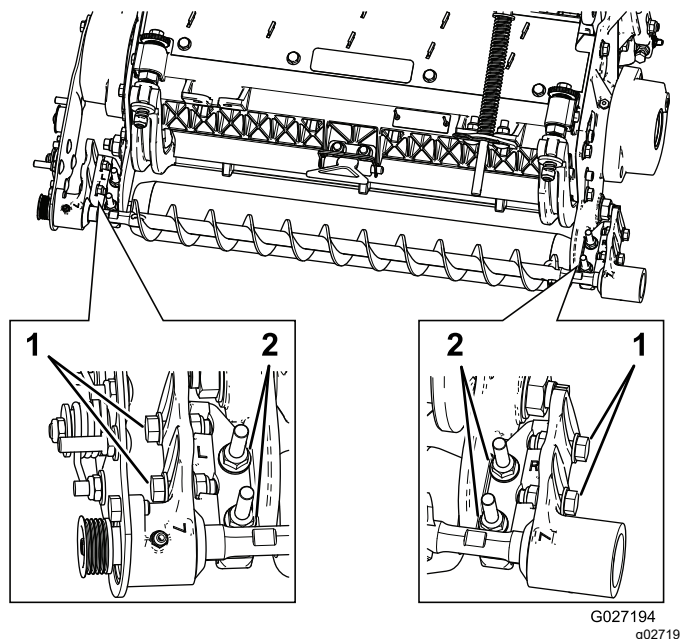

Figure 13
- Desserrez les 2 contre-écrous à embase qui fixent le support de la brosse de rouleau à la plaque latérale de l'unité de coupe (Figure 13).
- Tournez le logement de roulement de la brosse de rouleau jusqu'à ce que la plaque de la brosse soit parallèle à la plaque latérale de l'unité de coupe (Figure 13).
- Serrez les 2 contre-écrous à embase qui fixent le support de la brosse de rouleau à la plaque latérale de l'unité de coupe (Figure 13).
- Desserrez les 2 boulons qui fixent chaque logement de roulement de la brosse de rouleau au support de montage de la brosse de rouleau (Figure 13).